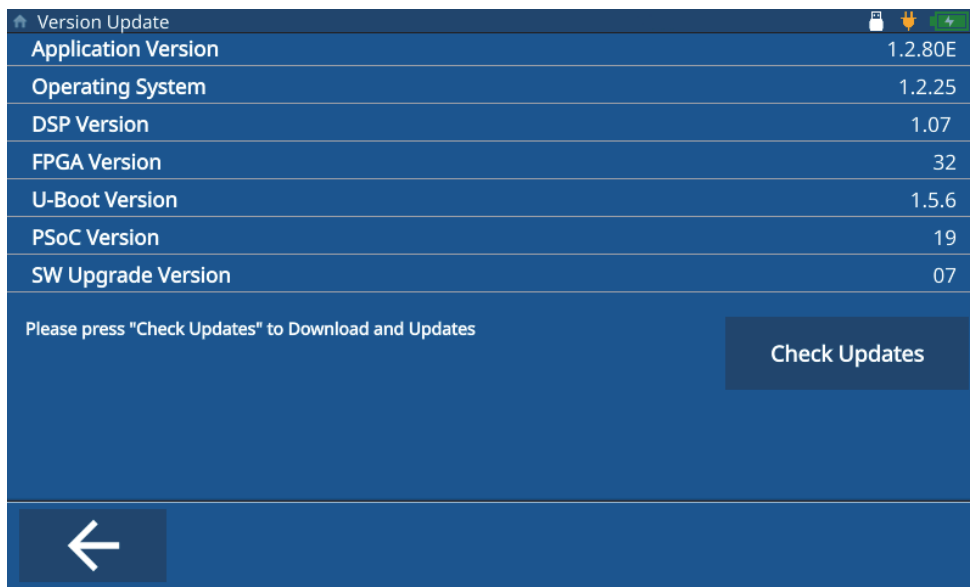

Figura 9-1 Schermata Software Update
6. Lo strumento visualizza la versione corrente del software nella schermata. Toccare **Check Updates** (controlla aggiornamenti) [vedi Figura 9-1 a pagina 82].